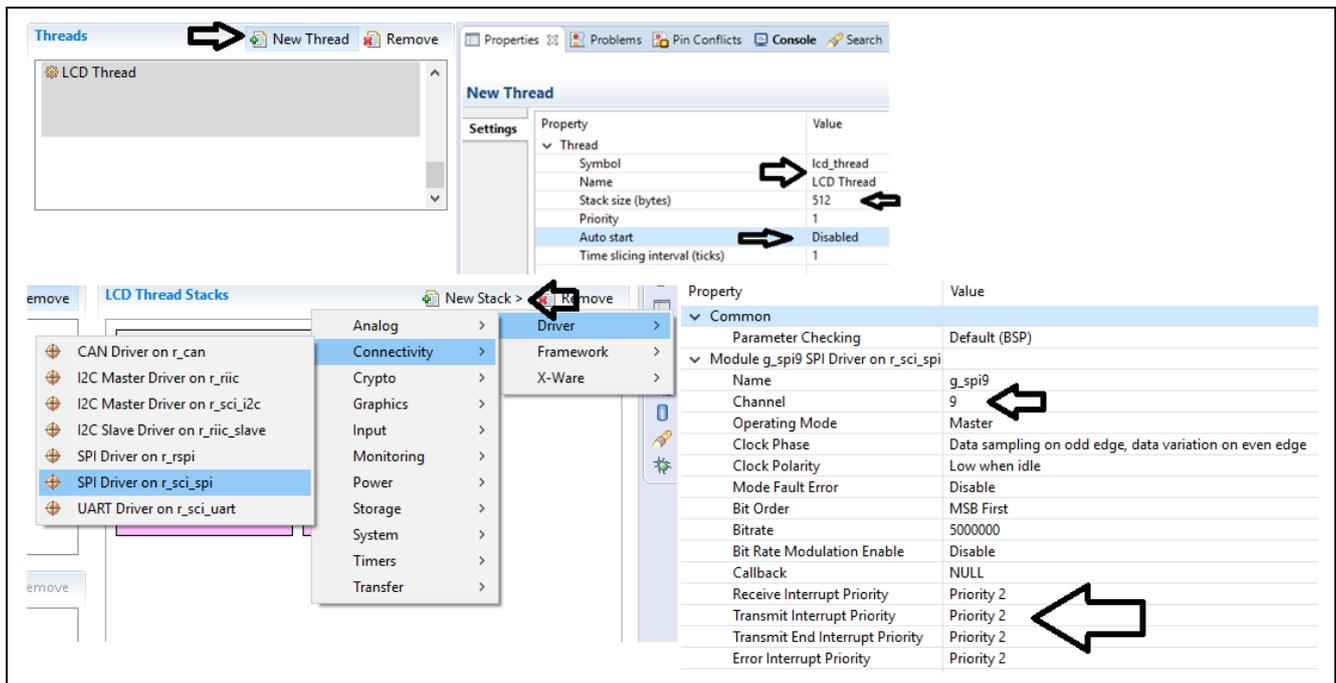

図 11 SPI ドライバモジュールを追加
2. 図 11 に示すように、新しいスレッドのプロパティを設定します。
3. [LCD Thread Stacks] ウィンドウで [New Stack] をクリックし、図 11 に示すように SPI ドライバモジュールである r\_sci\_spi を追加します。
4. SPI ドライバの [Properties] タブを選択し、図 11 に示すように使用するチャンネルを選択し、割り込みの優先順位を設定します。